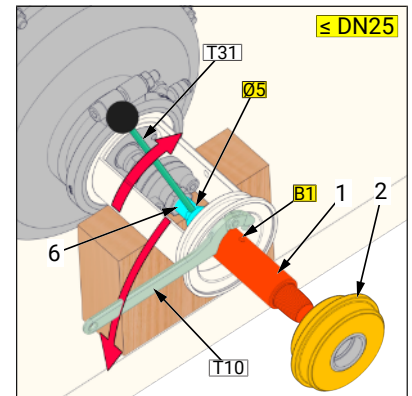

Abbildung 3
- Abb. 3: Ausbau über Bohrung (B1) ( $\cong$ DN25) Damit die Bohrung (B1) sichtbar wird, muss zuerst der Einsatz (2), wie in Abb. 3 dargestellt, abgeschraubt werden.